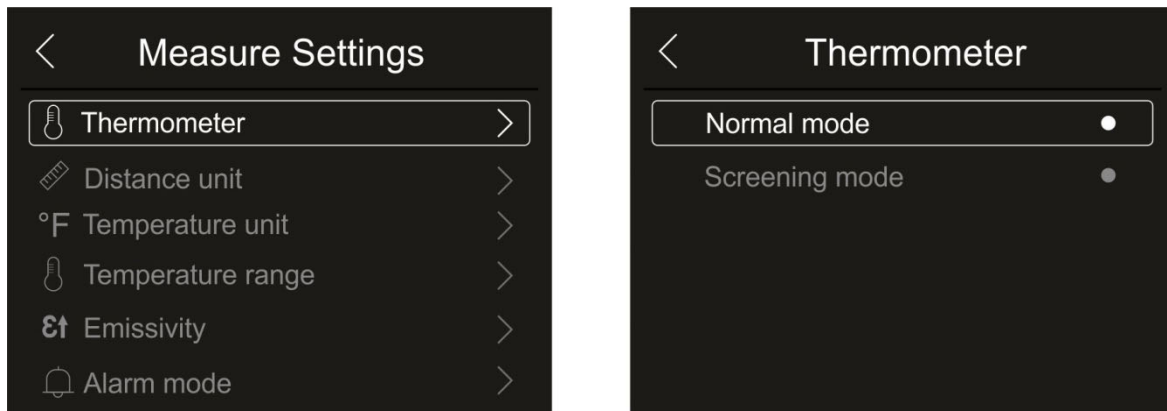

Abb. 21: Menü Thermometer
1. Berühren Sie “Thermometer”. Die Bildschirmseite in der Abb. 21 – rechte Seite erscheint im Display